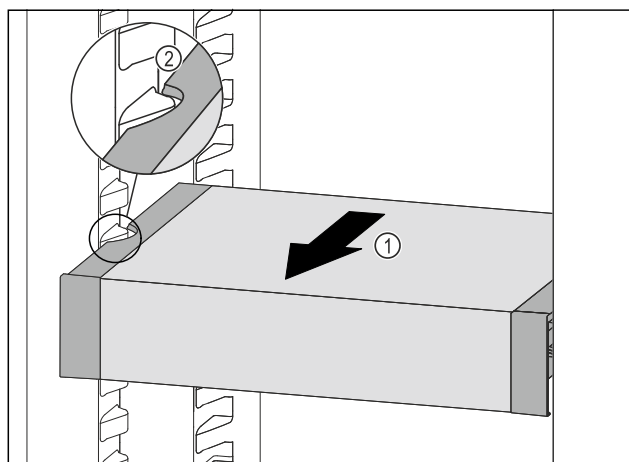

Fig. 109
- VarioSafe naar voren trekken Fig. 109 (1), tot de uitsparingen aan de zijkant van de VarioSafe zich ter hoogte van de rib in het koelgedeelte bevinden. Fig. 109 (2)